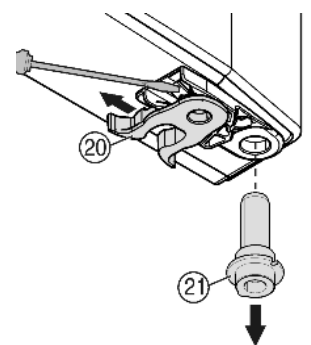

Fig. 8
- ▶ Veerklem Fig. 8 (20) verplaatsen: Sluitnok omlaag drukken, veerklem eroverheen en eraf trekken.
- ▶ Lagerbout Fig. 8 (21) uit de deurlagerbus nemen en samen met het plaatje aan de tegenoverliggende kant aanbrengen. De sluitnok moet naar de binnenkant van de deur wijzen, de kerf naar de buitenkant.
- ▶ Deur aan de onderkant vastzetten en de lagerbout Fig. 8 (21) in de lagerbus aanbrengen. Evt. de lagerbout draaien om deze te laten vastklikken.